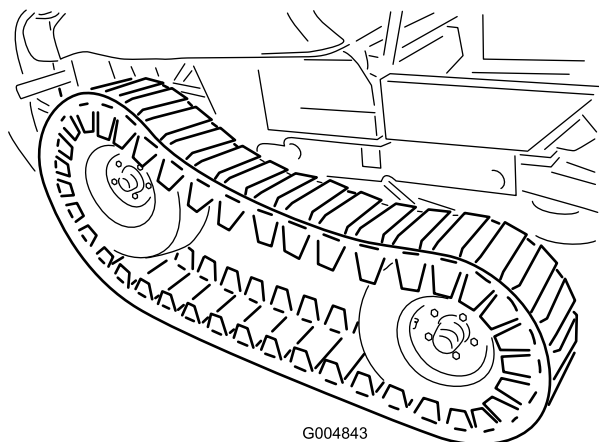

Figura 48
21. Ajuste el gato a una altura adecuada para instalar el neumático delantero. Con la ayuda de otra persona, eleve la parte delantera de la oruga lo suficiente para poder instalar cuidadosamente los neumáticos delanteros (Figura 48).